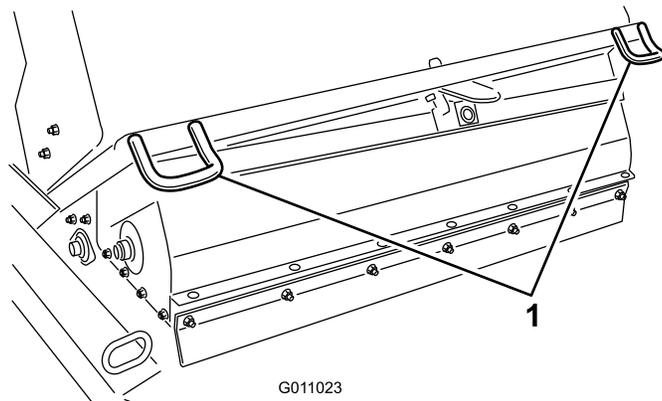
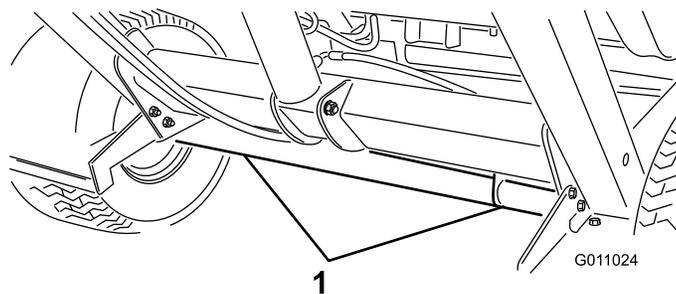

Figura 30
Figura 31
- Quando transportar a máquina, utilize braçadeiras para prender a parte da frente da máquina (Figura 30) e o eixo (Figura 31) para prender a parte de trás da máquina ao reboque.